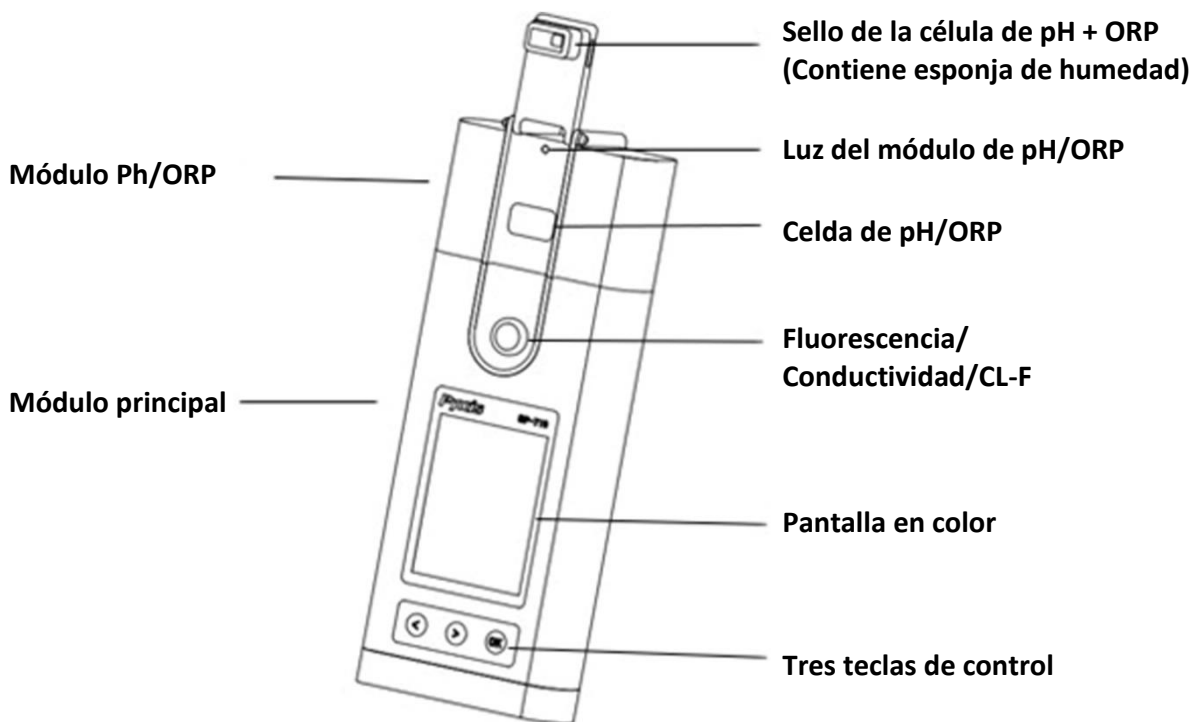

Figura 3.
El SP-710B tiene tres teclas de control, como se muestra en la Figura 3. Las teclas izquierda (\odot), derecha (\odot) y ok (OK) se utilizan para lanzar las acciones indicadas en la pantalla LCD situada directamente encima de las teclas. Las etiquetas situadas sobre las teclas indican la función asociada a cada una de ellas y las funciones pueden cambiarse en los distintos modos de funcionamiento.